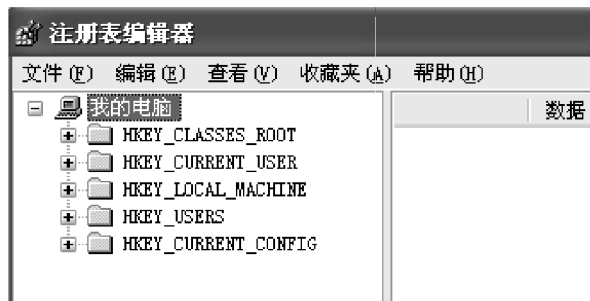

图 3-107 注册表编辑器界面
1) 单击“开始→运行”命令，输入“Regedit”或“Regedit32”，就可以启动注册表编辑器。也可以通过“C:\WINDOWS\Regedit”路径寻找到注册表的图标，然后双击该图标即可进入编辑器。注册表的结构具有一定的逻辑性，它与 Windows 文件管理器所显示的目录树结构十分类似。相对于根目录、子目录、文件的概念，注册表是以根键、子键、键值项及键值来划分的。每个根键都以“HKEY\_”开头，用于指明该键是唯一的，根键中包含有若干子键，而子键中又可以包括若干其他子键或键值项及键值。弹出注册表编辑器界面后，在“我的电脑”目录下包含五个根键，如图 3-107 所示。在 Windows 操作系统中的注册表中各根键的作用如下：